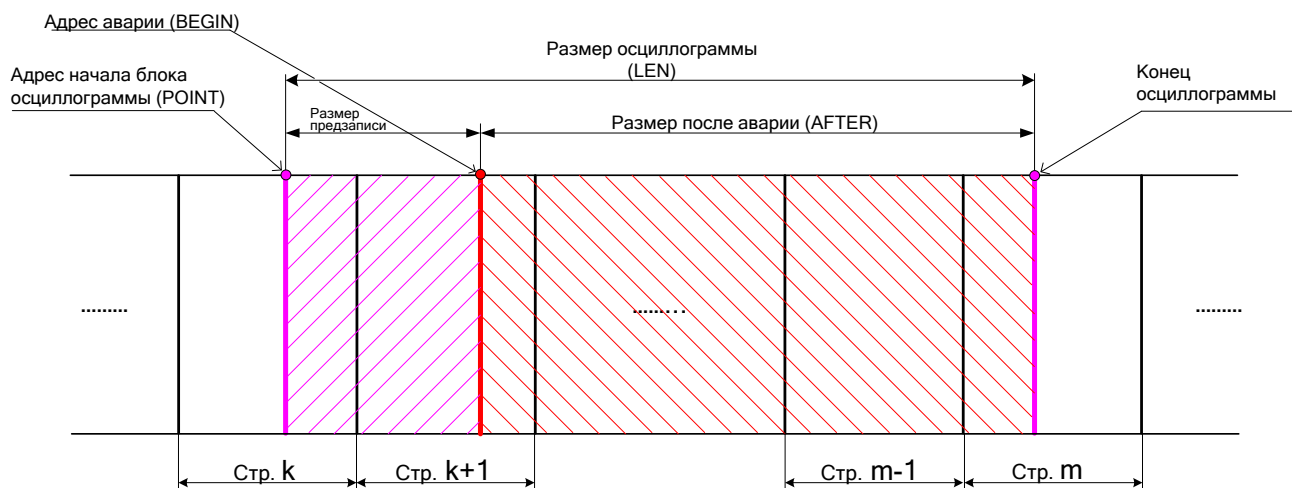

Рисунок 8.3
- выделить искомую осциллограмму из хранилища данных осциллограмм (рисунок 8.3) и прочесть её содержимое (при чтении осциллограммы выполняется её переворот – см. рисунок 8.4).